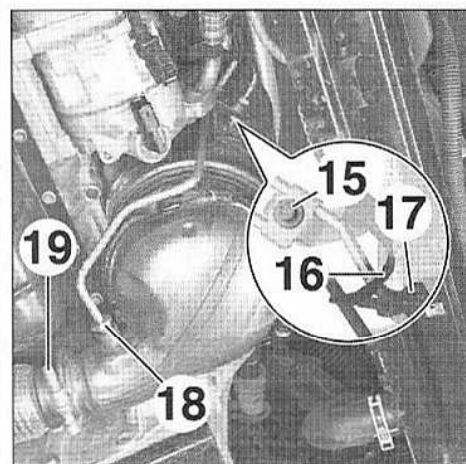

FIG.146
- Desserrer complètement la vis (15) (Fig.146).
- la sonde de température des gaz d'échappement (16),
- les canalisations de prise de pression (17) et (18).
• Desserrer le collier (19).